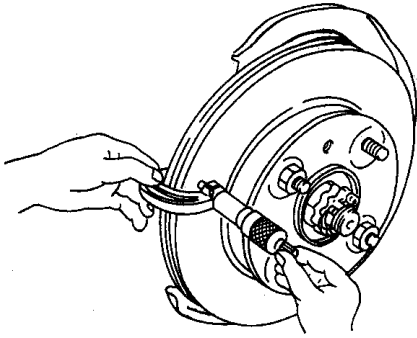

图 8-20 检查制动盘厚度
3) 如图 8-20 所示，使用千分尺，在距制动盘外缘 10mm 间隔大约 45° 的 8 个点处，测量制动盘的厚度，如果最小测量值小于最大修整极限，则更换制动盘。